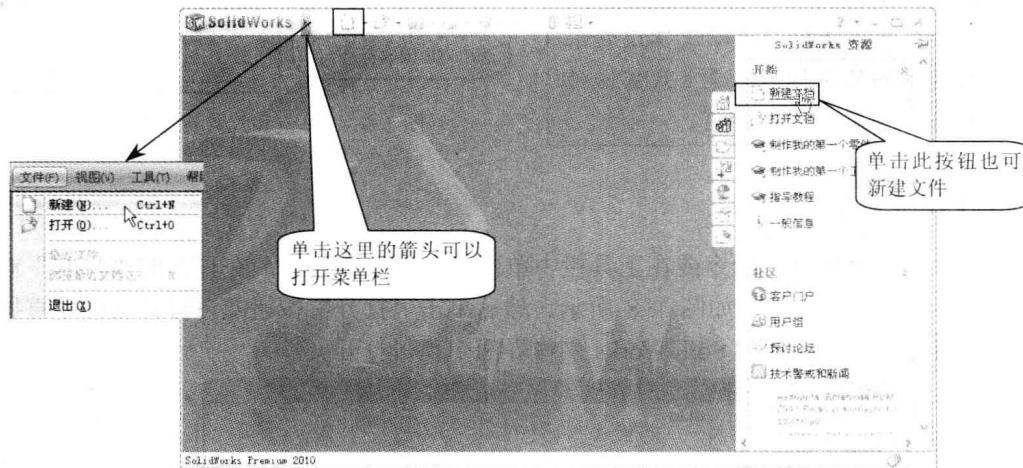

图 1-5 SolidWorks 2010 的启动画面和新建零件文件的操作
STEP ① 启动 SolidWorks 2010 后，系统将显示如图 1-5 所示的操作界面，单击“新建”按钮 ，或者选择“文件”→“新建”命令，均可新建文件。